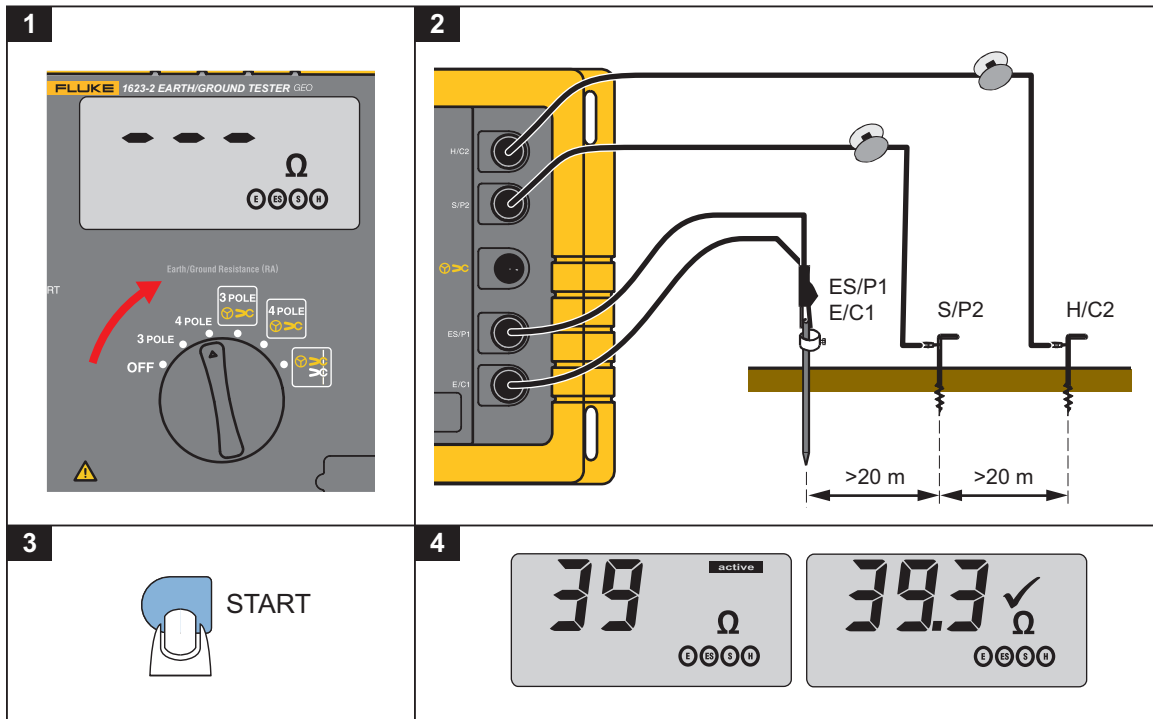

Figure 5. Mesures quadripolaires  $R_A$
1. Sélectionnez la fonction **4 POLE** (QUADRIPOLAIRE). Voir la Figure 5.